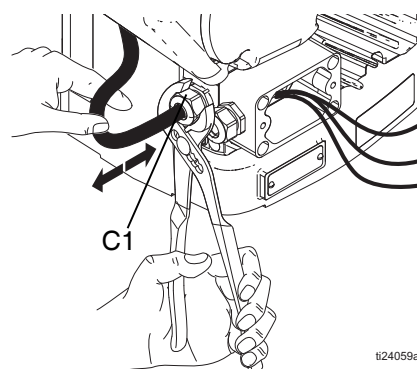

Fig. 18: Desserrage du presse-étoupe
8. Utiliser une clé ajustable pour serrer le presse-étoupe (C1) du ventilateur. Voir FIG. 18, page 15.